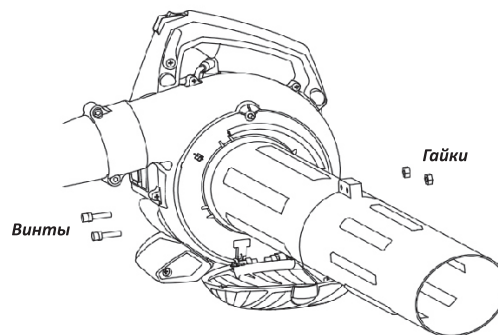

Рис. 10
7. Зафиксируйте трубы винтами из комплекта (Рис. 10).